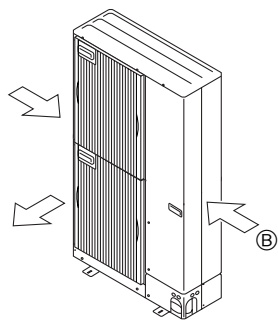

Fig. 2-16
② Εγκαταστήστε τη μονάδα με τρόπο ώστε ο αέρας που βγαίνει από το στόμιο εξαγωγής να φυσά κάθετα σε σχέση με την κατεύθυνση του ανέμου, εάν αυτό είναι δυνατό. (Fig. 2-16)